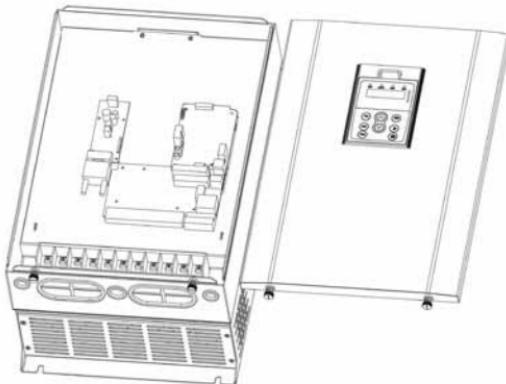

图 3-3 钣金外壳盖板拆卸图
18.5kW以上8000H系列变频器采用钣金外壳，钣金外壳下盖板的拆卸参见图3-3。可用工具直接将下盖板的螺丝拧松即可。